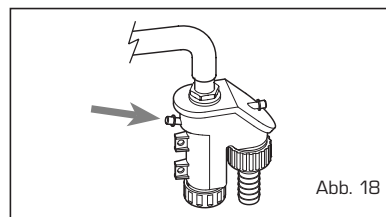

Abb. 18
4.4 WARTUNG (Abb. 18)
Während der Wartungen muss das technische Fachpersonal kontrollieren, dass der Abtropfsiphon voll Wasser ist (diese Überprüfung ist vor allem notwendig, wenn der Generator über einen längeren Zeitraum unbenutzt ist). Die eventuelle Befüllung erfolgt durch die dazu vorgesehene Öffnung (Abb. 18).